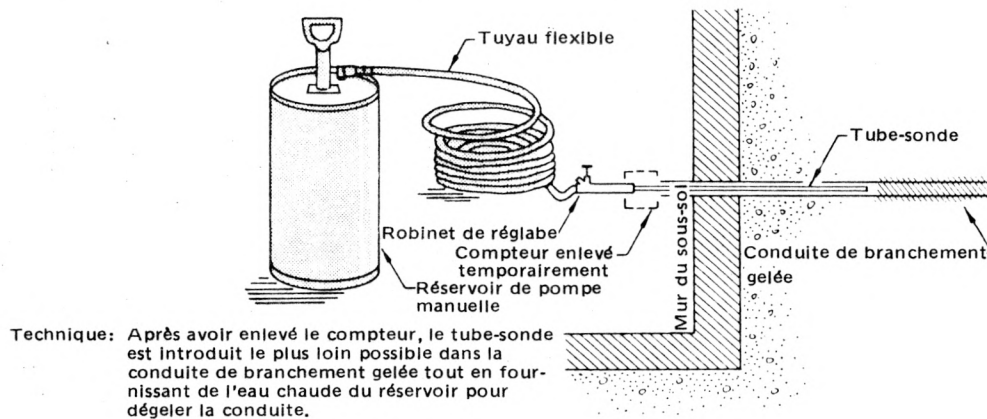

Fig. 6 Technique de dégèlement à l'aide d'un tube
- a. On peut dégeler rapidement tout genre de petit tuyau, comme les conduites de branchement, en y insérant un tube flexible en plastique de 11 mm ou moins tout en pompant de l'eau chaude dans le tube (voir la figure 6). Pour avoir une pression d'eau suffisante, on peut se raccorder à la plomberie d'un maison avoisinante. On peut également utiliser une pompe manuelle conventionnelle remplie d'eau chaude. Il existe également sur le marché un appareil pourvu d'un raccord spécial qui permet de brancher le tube au tuyau gelé. L'eau chaude est fournie par impulsions par le tube. On dit que cette méthode est efficace à 50%. Il est souvent impossible d'insérer le tube dans la conduite de branchement à cause